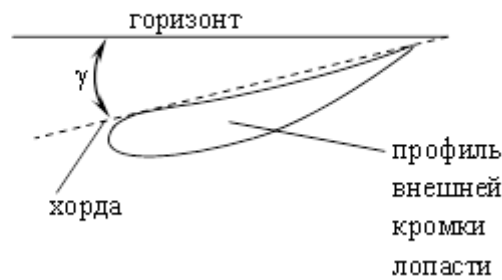

Рисунок 4
- при помощи электронного угломера выставить углы атаки лопастей. Углом атаки ( $\gamma$ ) считается угол между горизонтом и хордой профиля на *внешней кромке лопасти* (рис. 4). Допустимые углы атаки от 5 до 25°;